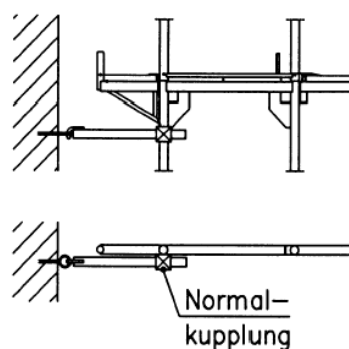

Bild 20g: Gerüsthalter
- Gerüsthalter, die direkt unter den Knotenblechen mit Normalkupplungen am Innenständer angeschlossen werden (Bild 20g).